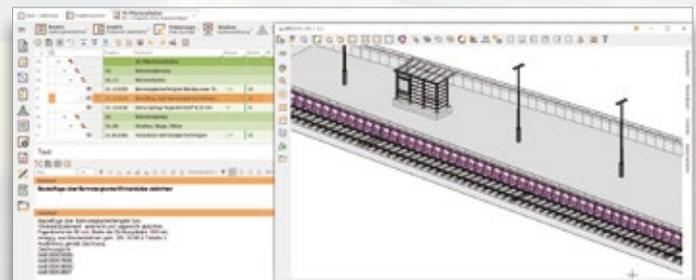

Bild 6: Anzeige der Mengenansätze aus dem automatisch erzeugten LV im BIM2AVA-Viewer in CaliforniaX.
ermöglicht eine schnelle und präzise Kostenermittlung, die Planungsänderungen korrekt berücksichtigt und schafft so eine „echte“ Kostengestaltung mit automatisierter Erstellung der Leistungsverzeichnisse (LV) aus den Teilleistungen der Bauteile, siehe Bild 6. Die generierten LV enthalten eine geometrieorientierte Mengenermittlung mit dynamischer Verknüpfung zum RGB, sodass die Nachvollziehbarkeit der Daten zu jedem Zeitpunkt gewährleistet ist.